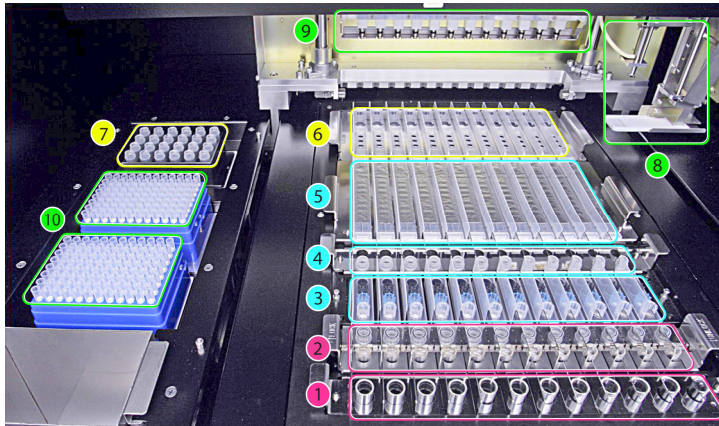

Figure 1: La zone de chargement «ELiTe InGenius»
Vue d'ensemble de l'automate «**ELiTe InGenius**» (Figure 1):
La Figure 1 montre la position du rack dédié aux tubes primaires (1); la position du rack dédié aux tubes de extraction et à leurs bouchons (2); la position du rack dédié aux Tip Cassettes (3); la position du rack dédié aux Elution tubes (4); la position du rack dédié aux cartouches d'extraction (5); la position du rack dédié aux cartouches de PCR (6); la position du bloc pour les réactifs de PCR et les Contrôle Internes (Inventory Manager) (7); les bras de distribution des échantillons et des réactifs (8, single canal, 9, multicanal); le conteneur à déchets (gauche-bas); les positions des embouts (10).
- Confirmer qu'une quantité suffisante de réactifs est disponible dans le bloc et correctement placée à la position numéro 7 Inventory Manager (cfr. Page 12, Figure 1), comme indiqué sur l'écran, appuyer sur le bouton "Next" (Suivant) pour valider.
- Vérifier qu'un nombre suffisant de rack est à la position numéro 10 (cfr. page 11, Figure 1).
9. Charger le cassette de PCR à la position numéro 6 (cfr. Page 11, Figure 1).
11. Charger le rack d'Extraction à la position numéro 5 (cfr. Page 11, Figure 1).
13. Charger le rack des tubes d'éluatation à la position numéro 4 (cfr. Page 12, Figure 1).
15. Placer un nombre suffisant de Tip cassettes à la position numéro 3 (cfr. Page 11, Figure 1).
17. Charger un nombre suffisant de tubes de extraction à la position numéro 2 (cfr. Page 11, Figure 1).